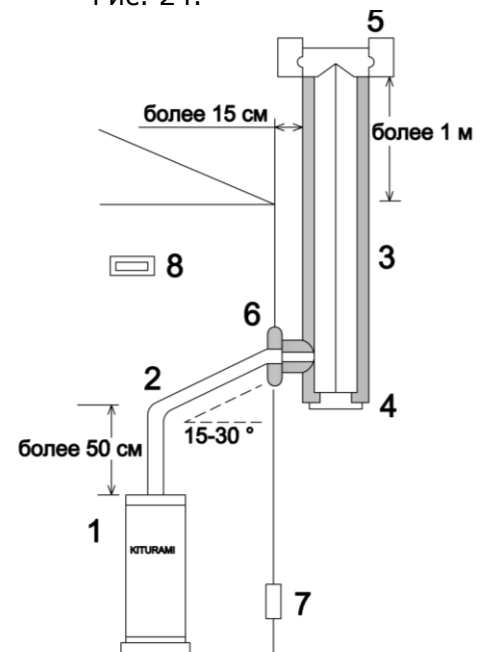

Рис. 25.
8. Дымоход приставной. (Рис. 25.)
8.2. Приставной дымоход показан на рис. 25.: